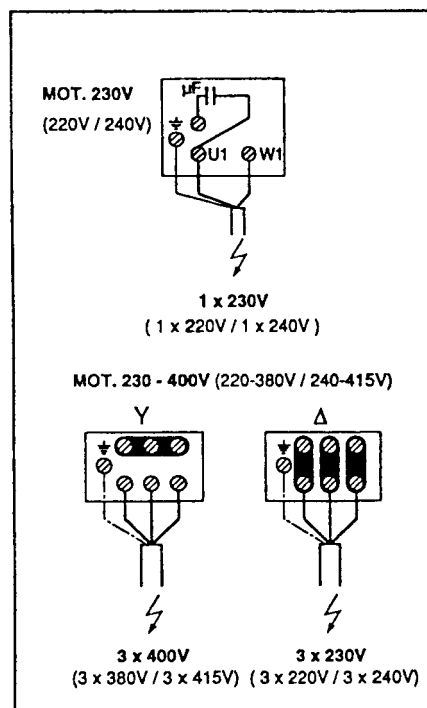

РИС. 4
- Электрическое подключение должно производиться в клеммной коробке насоса в соответствии с электросхемами для трехфазного или однофазного токов (смотри также рисунок 4).